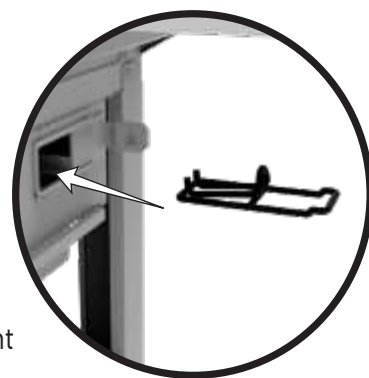

Figure 1
8. Mettez 1 allume-feu dans le porte-allume-feu (voir la fig. 1)
4. Mettez 1 allume-feu dans le porte-allume-feu (voir la fig. 1)